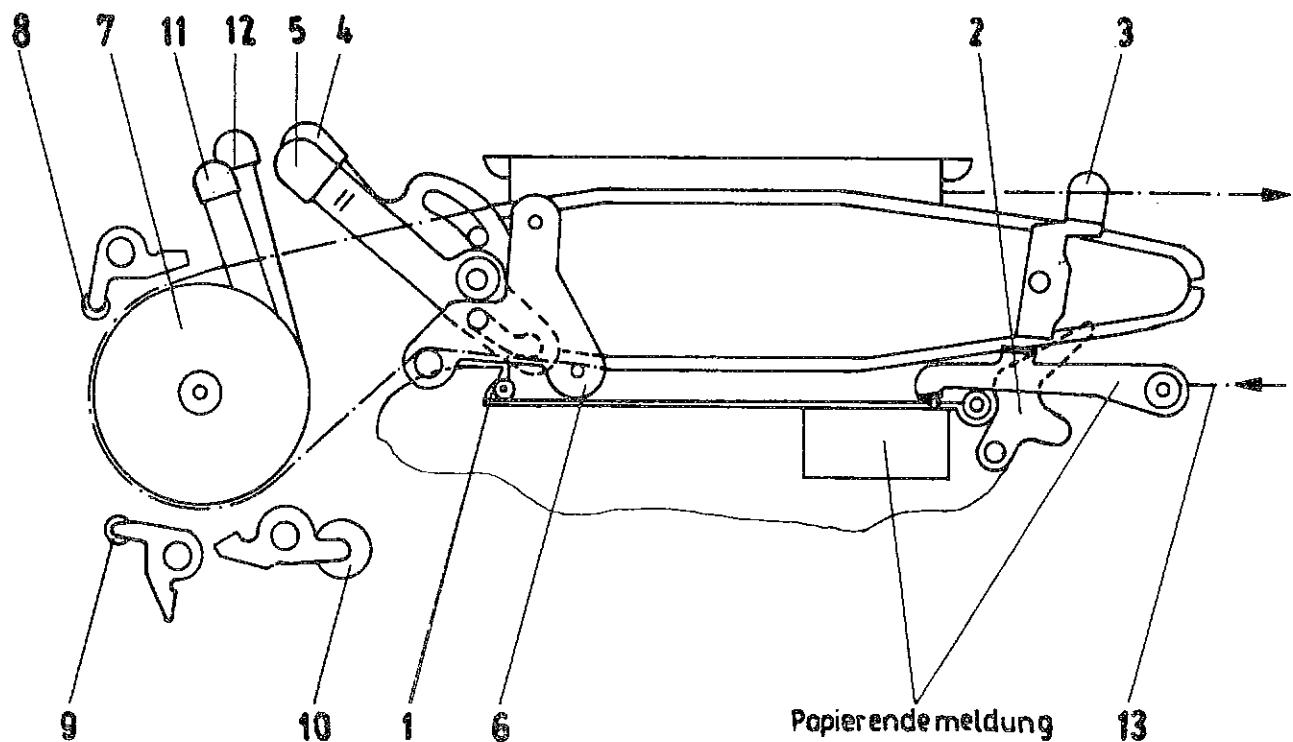

Bild 8
- Mit Hebel (3) werden die Feststellmechanik geöffnet und die Traktoren (Einrichtung für den Papiertransport) auf Formularlänge und -breite ausgerichtet. Die Formularbreite wird durch Auflegen des entsprechenden Formulars auf die Traktoren eingestellt. Dabei müssen die Schlitze der Traktoren mittig zu den Transportlochungen des Papiers liegen. Die Handräder zum Verdrehen der Sechskantachsen werden gleichmäßig auf die Papierbreite verteilt. Die Traktoren sind auch so einzustellen, daß die Abfühlhebel für die Papierendemeldung nicht im Bereich der Randlochung des Papiers liegen.
- Das Öffnen der Andruckrollen der Druckwalze (8, 9, 10) erfolgt mit den entsprechenden Hebeln (11, 12) außer Andruckrolle (8), die einfach mit der Hand bedient wird.
- Die Spannachse (6) ist nach Lösen der Rändelmuttern an der linken und rechten Seitenwand mit Hilfe der Hebel durch Verschieben nach vorn zu entspannen.
- Das Papier von hinten entsprechend Bild 8 einführen. Mit Hilfe des Walzendrehknopfes der Druckwalze (7) werden die Transportnocken in die ersten Perforationslöcher bewegt und das Papier um die Druckwalze gefördert (Druckwagen leicht abgeschwenkt!).
- Papier unter der oberen Andruckrolle (8) in die oberen Transportnocken führen.
- Nur wenn das Papier nicht glatt an der Schreibwalze liegt, ist durch gefühlvolles Einstellen der Spannachse (6) das Papier auszugleichen. Ein zu straffes Spannen des Papiers um die Druckwalze ist unbedingt zu vermeiden!